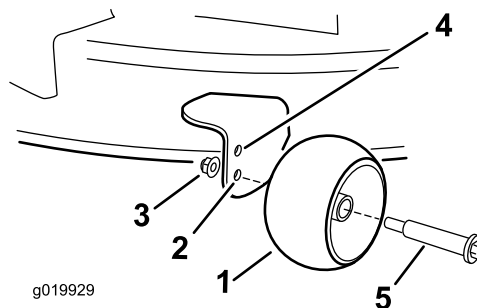

Figura 21
- Taladro superior—utilice esta posición cuando la carcasa de corte está en la posición de altura de corte de 63 mm (2-1/2 pulgadas) o menos (Figura 21).
- Taladro inferior—utilice esta posición cuando la carcasa de corte está en la posición de altura de corte de 76 mm (2-1/2 pulgadas) o más (Figura 21).